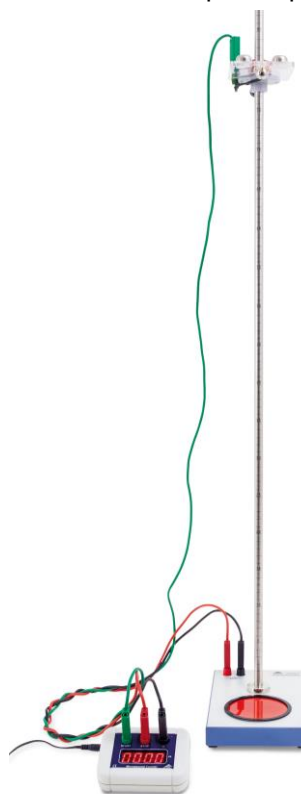

Fig 2 Contador de milissegundos e aparelho de queda livre
- Ligar as tomadas de entrada (1, 2, 3) do contador de milissegundos com as 3 tomadas do aparelho de queda livre (ver fig. 2). Nisto, observar a coordenação das cores assinadas!
- Conectar a fonte de alimentação de 12 V AC ao contador de milissegundos (4).